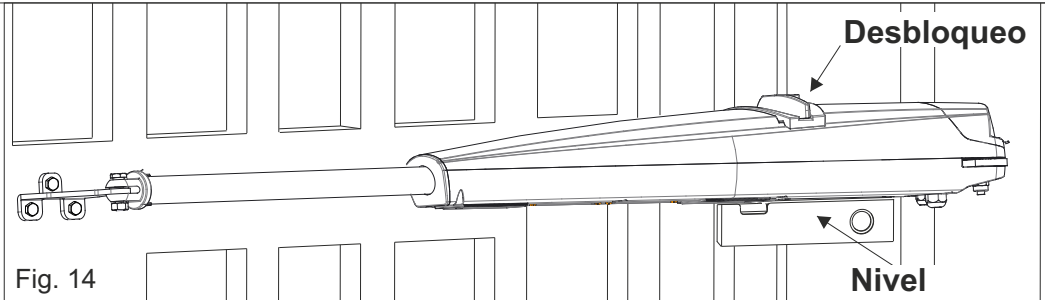

Fig. 14
- 1 - Para un funcionamiento correcto, es importante instalar el actuador y los accesorios delantero y trasero en posición perfectamente horizontal con la ayuda de un nivel, como se muestra en la Fig. 14
- 3 - El actuador debe ser instalado con el desbloqueo montado hacia arriba (Fig. 14)
El soporte debe colocarse de modo que el operador esté en posición perfectamente horizontal (ver Fig. 14)